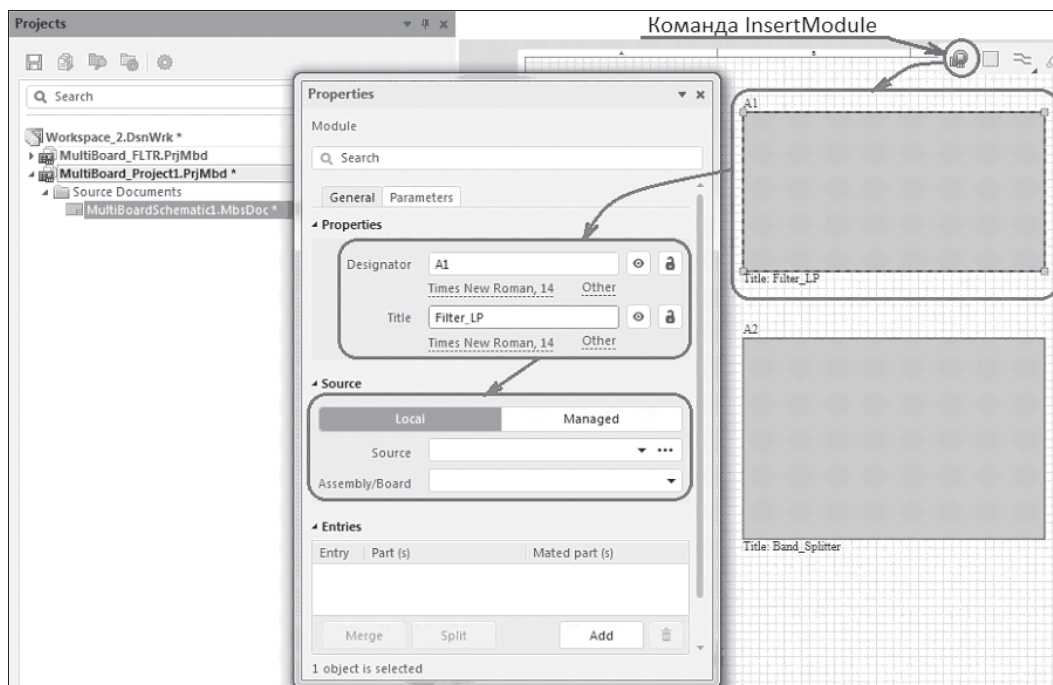

Рис. 9.4. Составление схемы из модулей дочерних проектов
1. На следующем этапе следует заполнить лист схемы условно-графическими обозначениями (УГО) модулей. Для этого выполните команду главного меню **Place | Module** или команду плавающего меню **Insert Module** в линейке инструментов **Active Bar** в главном окне программы (рис. 9.4).
- Двойным щелчком на УГО модуля активизируйте панель его свойств (**Properties**). На вкладке **General** панели **Properties** (см. рис. 9.4) назначьте: